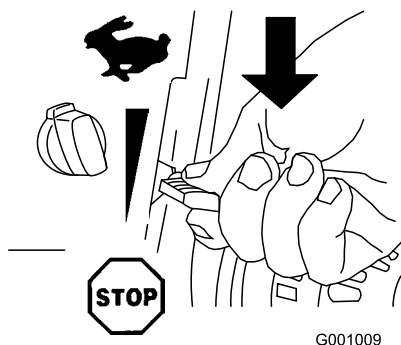

Bild 30
1. Schieben Sie den Gasbedienungshebel auf die Stopp-Stellung (Bild 30).